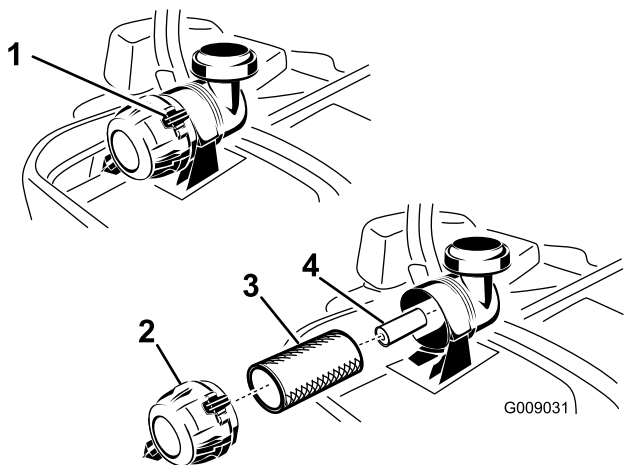

Figure 47
3. Appuyez sur les attaches du filtre à air pour les ouvrir et détachez le couvercle du corps du filtre à air (Figure 47).
5. Sortez le préfiltre du corps du filtre avec précaution (Figure 47). Évitez de cogner l'élément à l'intérieur du corps.
1. Ne nettoyez pas l'élément en papier ; remplacez-le (Figure 47).
2. Si vous remplacez l'élément secondaire, insérez-le avec précaution dans le corps du filtre (Figure 47).
3. Glissez ensuite le préfiltre sur l'élément secondaire avec précaution (Figure 47). Assurez-vous qu'il est bien engagé en appuyant sur le rebord extérieur.
4. Montez le couvercle, reniflard en bas, et tournez-le pour que les attaches verrouillent le couvercle en place (Figure 47).